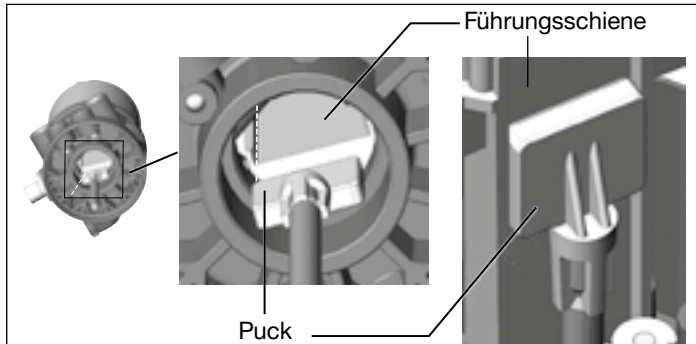

Bild 8: Ausrichten des Pucks
- Den Steuerkopf auf den Antrieb schieben. Dabei den Puck so ausrichten, dass er in die Führungsschiene des Steuerkopfs hineinfindet (siehe „Bild 8“).